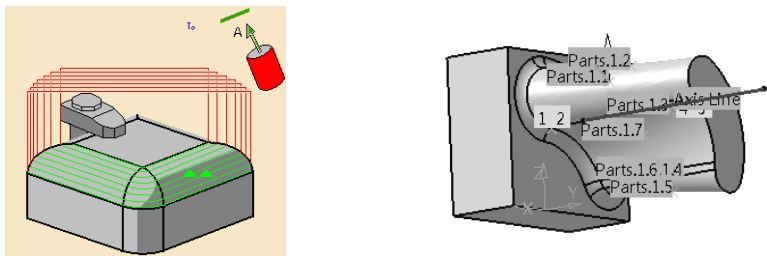

图 4-103 选择刀轴垂直轴线（2）
- 单击刀轴感应区，选择如图 4-103 所示的轴线作为刀轴垂直线（2），双击空白处返回。